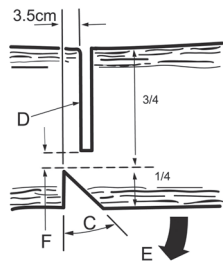

FIG. 1
Di norma l'abbattimento consiste in due tagli principali, l'intaglio (C fig.1) e il taglio vero e proprio (D fig.1), necessario per la caduta del ramo.
- Iniziare con l'intaglio inferiore (C) sul lato del ramo che guarda la direzione di caduta (E)
- L'intaglio deve avere una profondità (F) pari a circa 1/4 del diametro del tronco.
- Dopo l'intaglio, eseguire il taglio vero e proprio (D) dall'altra parte del ramo a 3-5 cm sopra l'altezza dell'intaglio (fig 1).